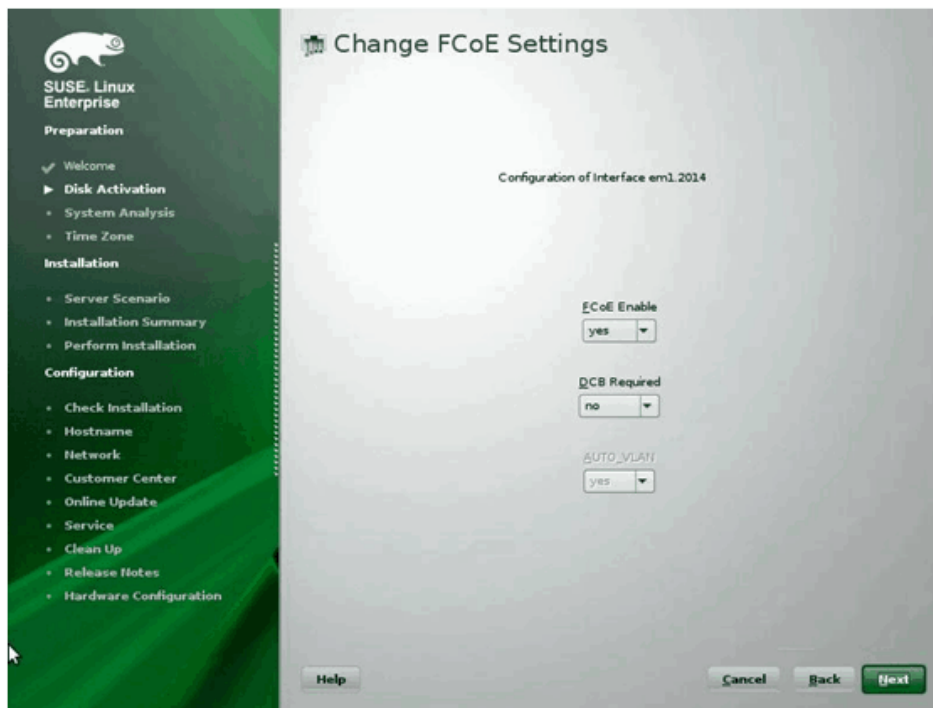

Figura 14-19. Alterar as configurações de FCoE
- b. Na janela Change FCoE Settings (Alterar configurações de FCoE) (Figura 14-19), confirme que **FCoE Enable** (FCoE ativado) e **Auto_VLAN** estejam definidos como **yes** (sim).